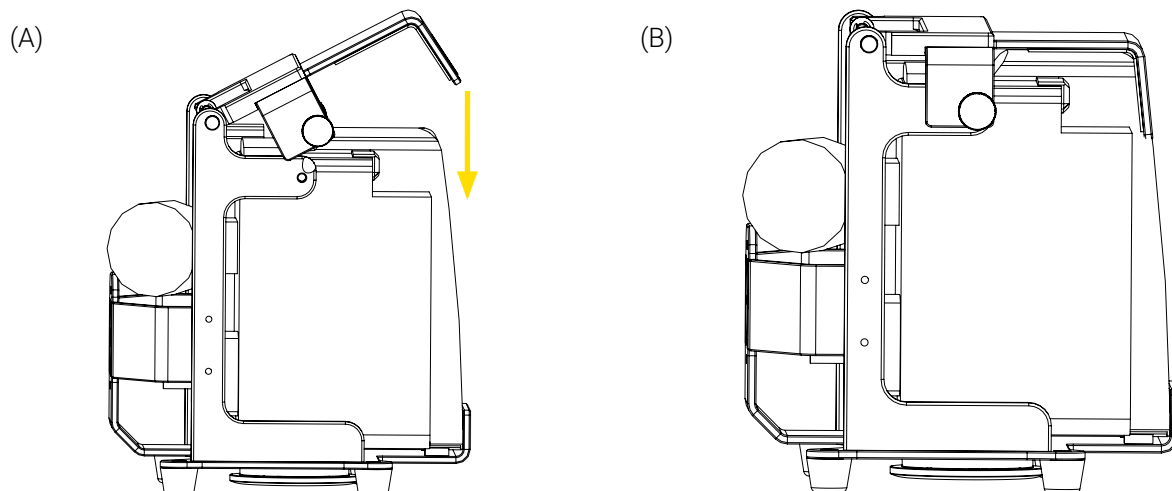

Figure 5: Pompe PLUM 360 installée dans le support Bracket Pro Serie 221
4. Baisser le dessus du support par dessus la pompe à infusion (Figure 5 A), puis appuyer jusqu'au son du clic du mécanisme à déclenchement rapide qui s'engage dans le support (Figure 5 B).